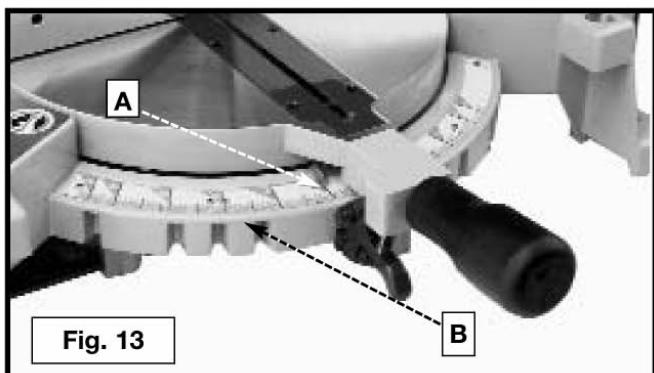

Fig. 13
Um ponteiro (A) Fig. 13 é fornecido para indicar o correto ângulo de corte. Cada linha na escala (B) representa 1 grau. Quando o ponteiro é movido de uma linha para outra na escala, o ângulo do corte muda em 1 grau.